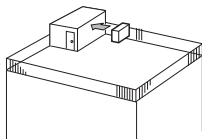

Fig. 2-4
- ① Okrenite odvod vazduha ka najbližem dostupnom zidu na udaljenosti od oko 35 cm od zida. (Fig. 2-4)